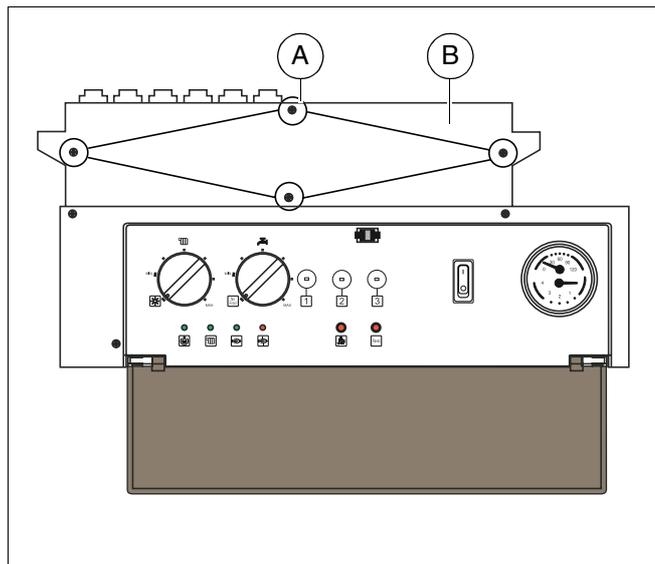

Fig. 31 Stabilire la posizione dei Jumpers
- Per rendere accessibile il settore di collegamento, svitare le quattro viti (fig. 31, **pos. A**) e rimuovere il rivestimento (fig. 31, **pos. B**).